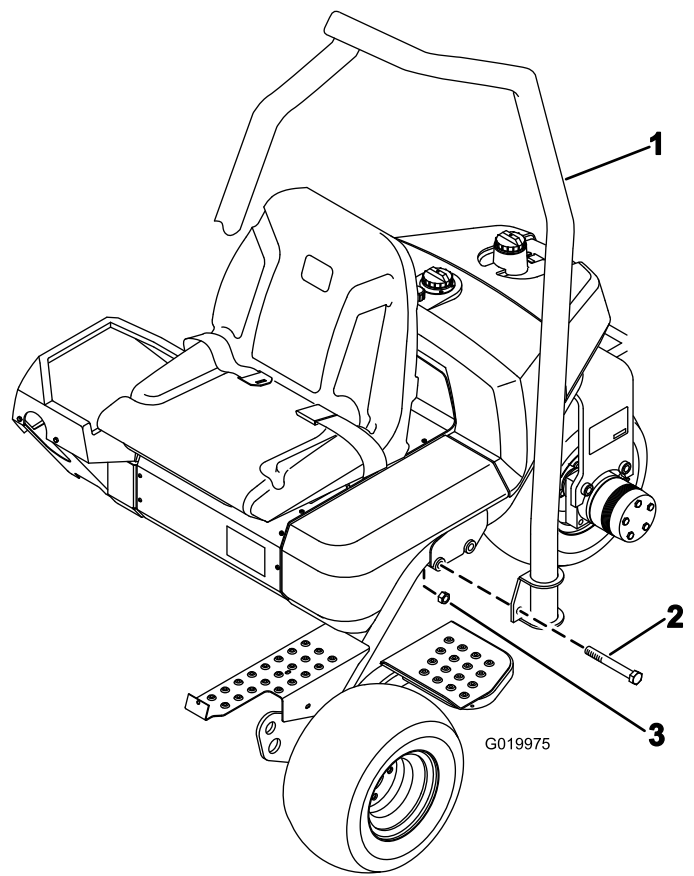

図 7
1. ROPS の上部の湾曲部が機体の前方を向くようにROPSを配置する図 7。
2. ROPS をフレームの上に降ろし、取り付け穴に整列させる図 7。
3. ROPS の左右それぞれをフレームに固定するボルト2本5/8 x 4-1/2インチと、ロックナットを図 7 のように使用する。183-223 N·m 18.7-22.8 kg·m=135-165 ft·lb にトルク締めする。